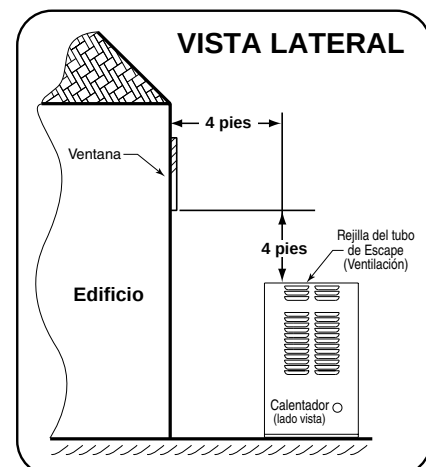

Figura 12.
Las cornisas deben ser de tal forma que no desvíen los productos del conducto de humos a espacios de vivienda. Desde el punto en donde los productos del conducto de humos salen del calentador, **ese punto DEBE estar a un mínimo de cuatro (4) pies por debajo, cuatro (4) pies horizontalmente desde o un (1) pie sobre cualquier puerta, ventana o entrada por gravedad hacia el interior del edificio**; véase Figura 12.